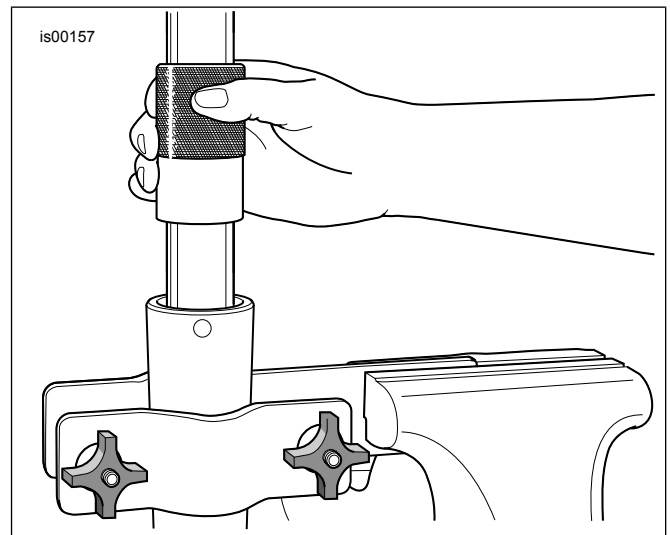

Figure 4. Pose du joint d'huile de fourche
5. Enduire le diamètre intérieur (DI) et le diamètre extérieur (DE) de la bague de fourreau (E) avec de l'huile de fourche propre. Faire glisser la bague du fourreau vers le bas du tube de fourche (dans n'importe quelle direction).
6. Glisser le joint d'entretoise (D) vers le bas du tube de fourche jusqu'à ce qu'il entre en contact avec la bague de fourreau (dans n'importe quel sens).
7. Enduire le diamètre intérieur du joint d'huile de fourche (4) **neuf** avec de l'huile de fourche propre. Enduire le diamètre extérieur du joint d'huile de fourche avec de la graisse de joint Harley-Davidson. Avec les lettres tournées vers le haut, faire glisser le joint d'huile de fourche vers le bas du tube de fourche, jusqu'à ce qu'il entre en contact avec le joint d'entretoise.
8. Voir Figure 4 . Prendre l'outil de joint et de bague de fourche (HD-45305) et procéder comme suit :
- b. Voir Figure 4 . En utilisant l'outil comme un marteau à glissière, faire coulisser le joint d'huile de fourche (avec le joint d'entretoise et la bague de fourreau) vers le bas du tube de fourche jusqu'à ce que la rainure de l'attache de retenue soit visible à l'intérieur du fourreau de fourche.